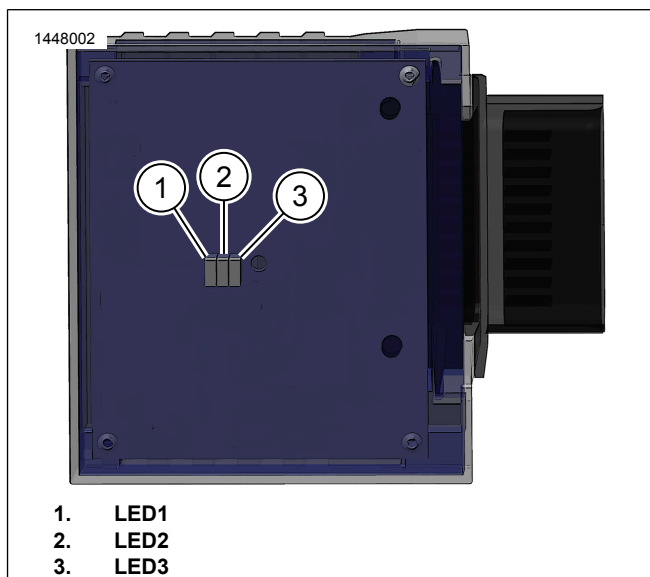

Figure 4. DEL RIO
- a. Voir la Figure 4. RIO-ESC contient trois DEL visibles à l'arrière : celles-ci sont le plus facilement observables en détachant RIO-ESC de la base de la selle. La sangle de câble sur le faisceau RIO-ESC doit être remplacée si elle est sectionnée.
- b. Consulter Figure 4 et Tableau 3 pour obtenir les détails et les codes d'événement. Plusieurs événements sont interreliés.